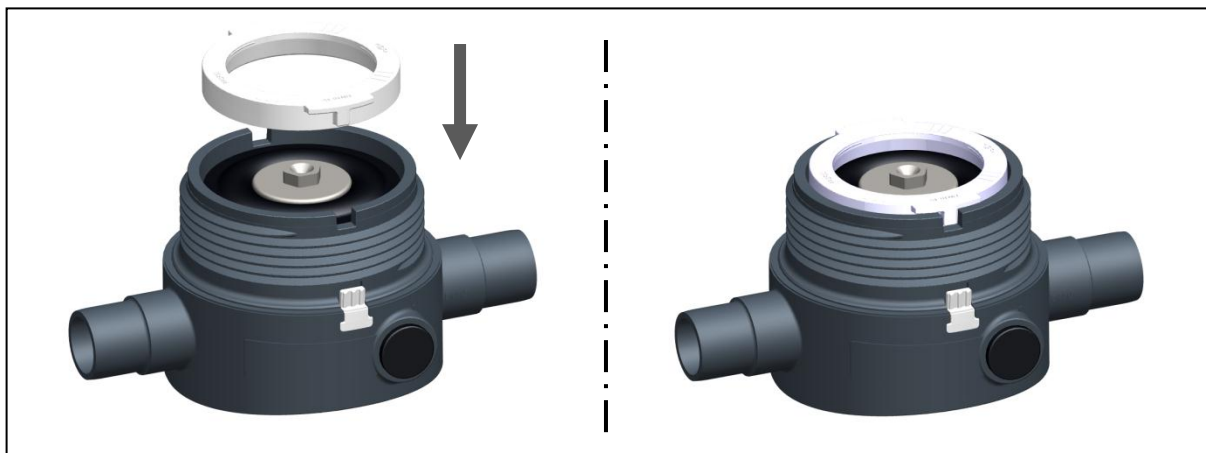

Abb. 13
- Haltering platzieren. Dabei sicherstellen, dass die beiden Nasen des Halterings in den Auskerbungen des Unterteils liegen, siehe Abb. 13